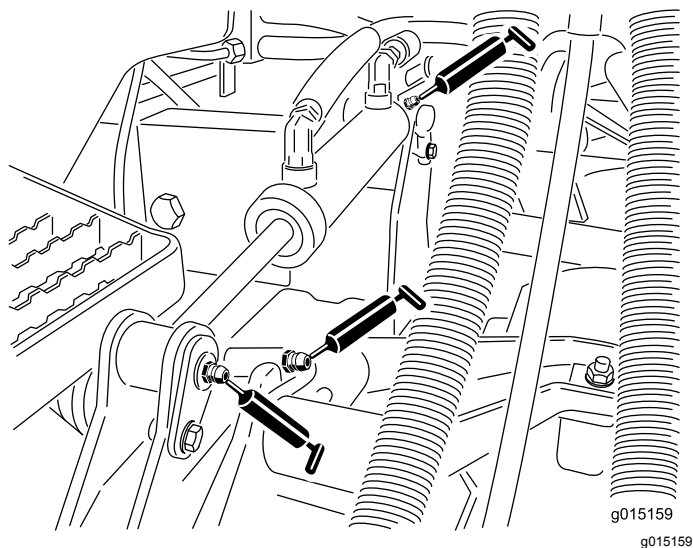

Figure 44
- Bagues de bras de levage (1 par unité de coupe) (Figure 44)
- Bagues de vérin de levage (2 par unité de coupe) (Figure 44)